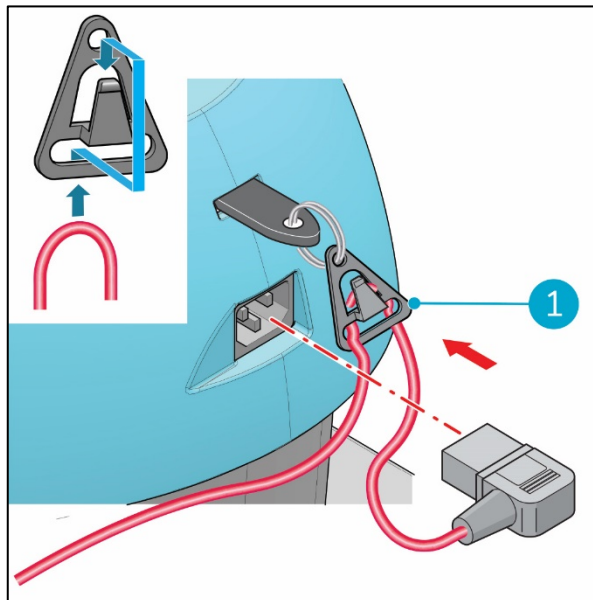

Figura 15
1. Certifique-se de que o cabo de alimentação principal está colocado no suporte destinado a aliviar a tensão do cabo (Figura 15, posição 1).